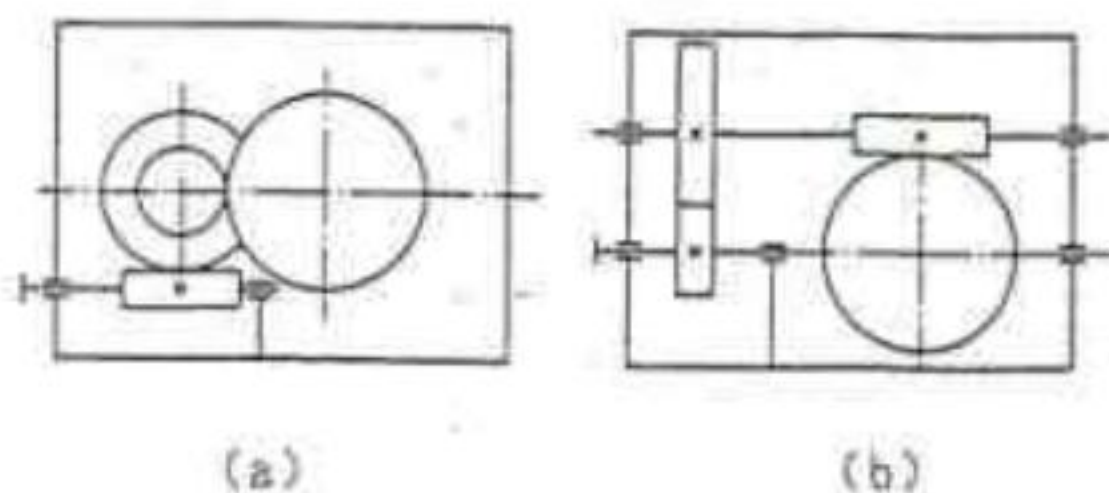

图 9
- 4、比较图 9 (a)、图 9 (b) 所示两种双级减速器方案的结构，哪种方案更合理？为什么？